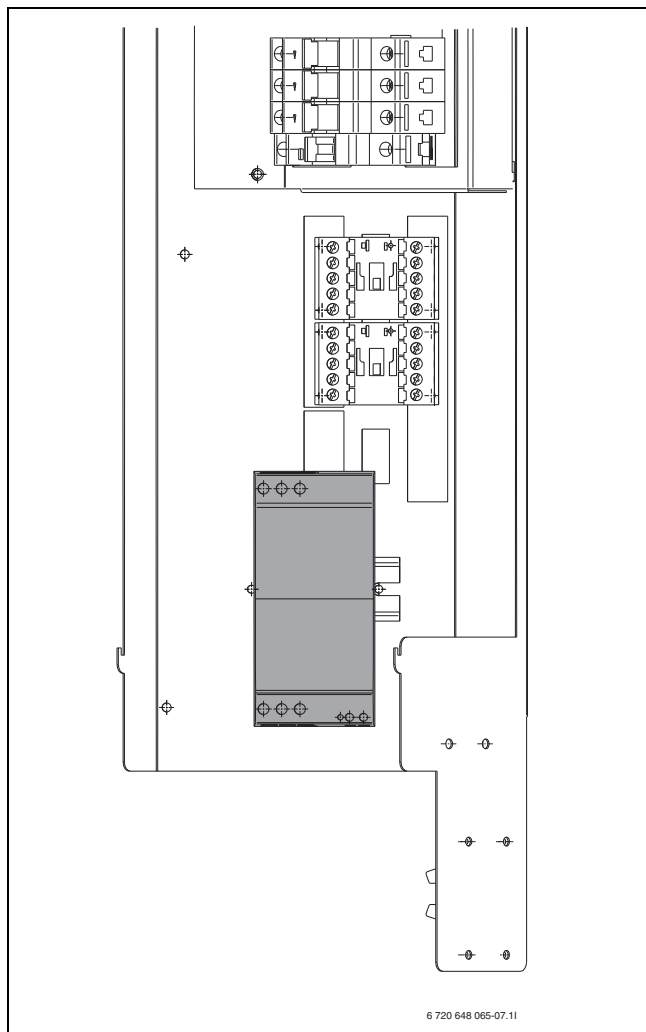

Bild 30 Mjukstart monterad
2. Ta bort kontaktorn och montera mjukstarten (→ Bild 30). Anslut kablarna på mjukstarten som de tidigare var inkopplade på kontaktorn.